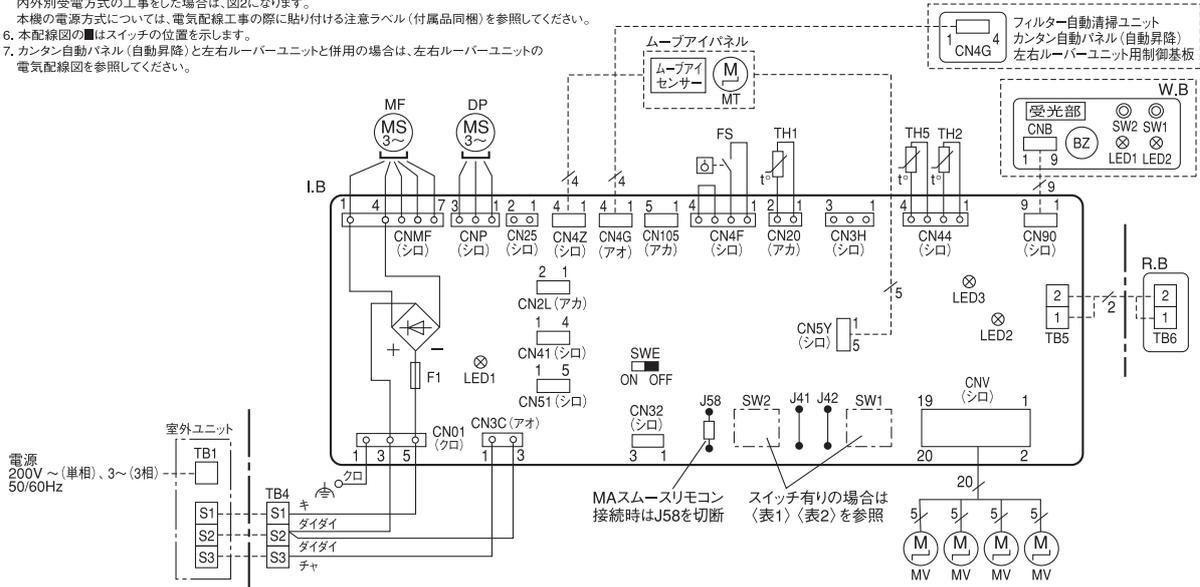

図1) TB5端子盤(リモコン伝送線)への配線接続時の注意
- TB5(端子盤)へ動力線は絶対に接続しないでください。その他の注意事項は、図1を参照してください。